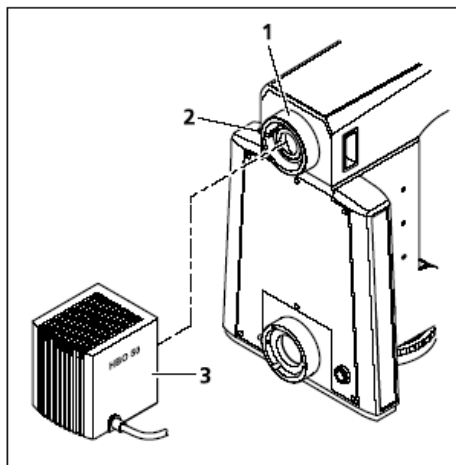

图 3-29 安装 HBO 50
- 将 HBO 50 照明器（图 3-29/3）安装在上部主机体的连接端口（图 3-29/1），将其校准，然后用紧固螺丝（tu 3-29/3）紧固。
- 将圆头螺丝刀插入上面的组装小孔（图3-39/1），取下上部主机体的磁性安装盖（图3-29/1）。然后取下盖子。